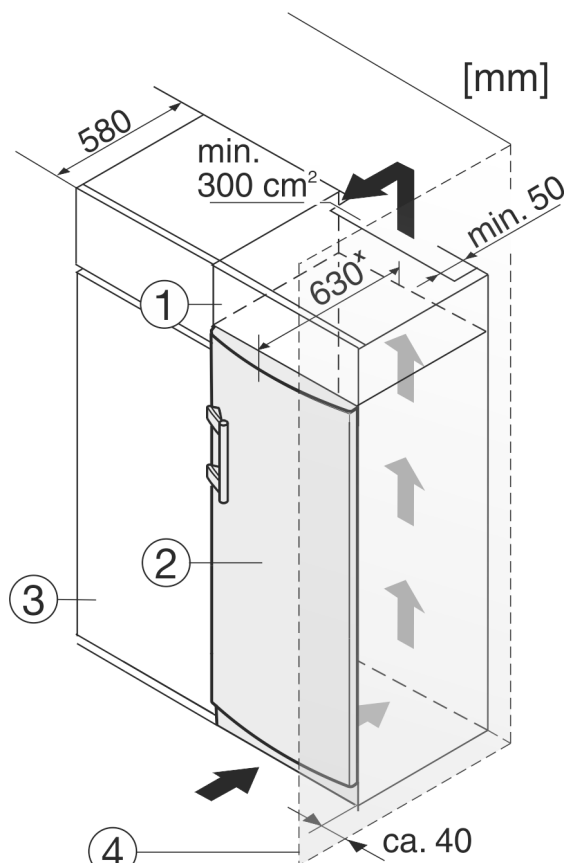

Fig. 12
- (1) Дополнительный шкафчик
- (2) Устройство
- (3) Кухонный шкаф
- (4) Стена
Устройство может быть окружено кухонными шкафами. Чтобы уравнять устройство Fig. 12 (2) по высоте с кухонной стенкой, можно установить над устройством дополнительный шкафчик Fig. 12 (1).
При комбинировании с кухонными шкафами (глубина макс. 580 мм) устройство можно установить непосредственно рядом с кухонным шкафом Fig. 12 (3). Устройство выступает сбоку на 34 мм * и по центру на 50 мм * относительно передней стенки кухонного шкафа.
Если устройство установлено на шарнирах у стены Fig. 12 (4), то расстояние между устройством и стеной должно быть не менее 40 мм. Настолько выступает ручка при открытой дверце.